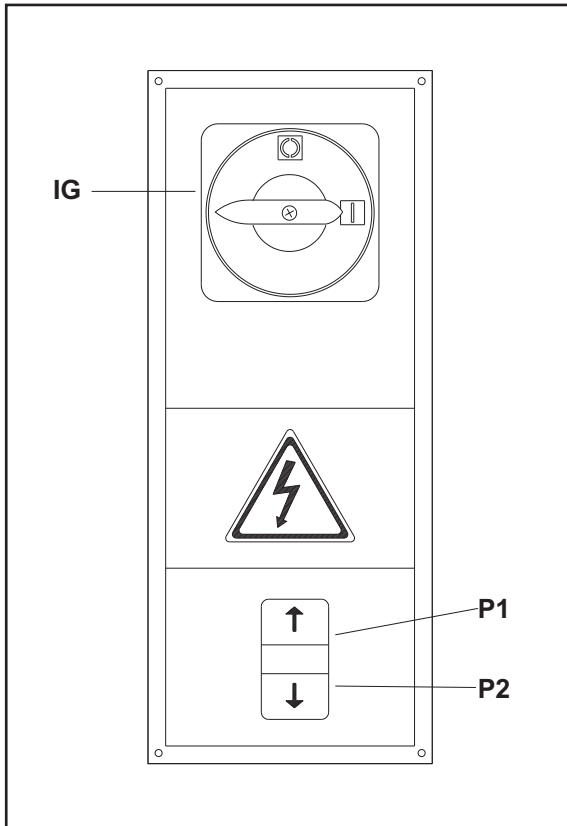

Fig.19 Abb.19
- Close the electric panel, set the master switch (ref "IG" in fig. 19) to position 1, then press the LIFT button (ref.P1 in Fig.19); if the carriages descend, invert 2 of the power lines .
- 3) Refermer la porte du coffret électrique, tourner l'interrupteur (IG, fig. 19) sur la position 1 et actionner le poussoir de montée (rep. P1, fig. 19). En cas de descente des chariots, inverser deux des fils de l'alimentation électrique.
- 3) Die Schalttafelabdeckung schliessen, den Hauptschalter (IG, Abb.19) auf 1 stellen, die Aufstiegstaste (Ref. P1, Abb. 19) drücken. Falls die beiden Schliitten absteigen sollten, sind die beiden Speisephase umzukehren.
- 3)Sluit het elektrische paneel, zet de hoofdschakelaar ('IG' in Fig. 19) op 1, druk vervolgens op de knop OMHOOG (P1 in Fig. 19). Wissel als de wagens omlaag bewegen 2 van de voedingskabels.
### QUADRO COMANDI FIG.19
### CONTROL BOX FIG.19
### COFFRET DE COMMANDE FIG. 19
### STEUERTAFEL ABB.19
### BEDIENINGSKAST Fig. 19